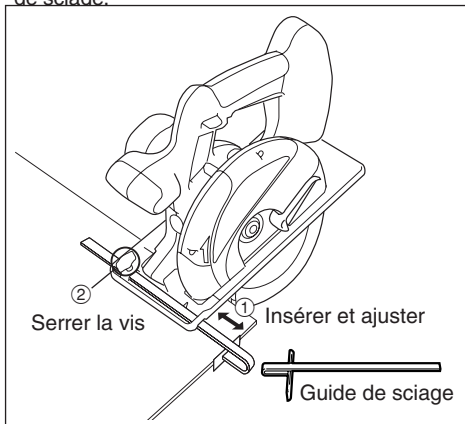

Fig. 6
- Insérez le guide de sciage et ajustez la largeur de sciage. (Voir la fig. 6.)